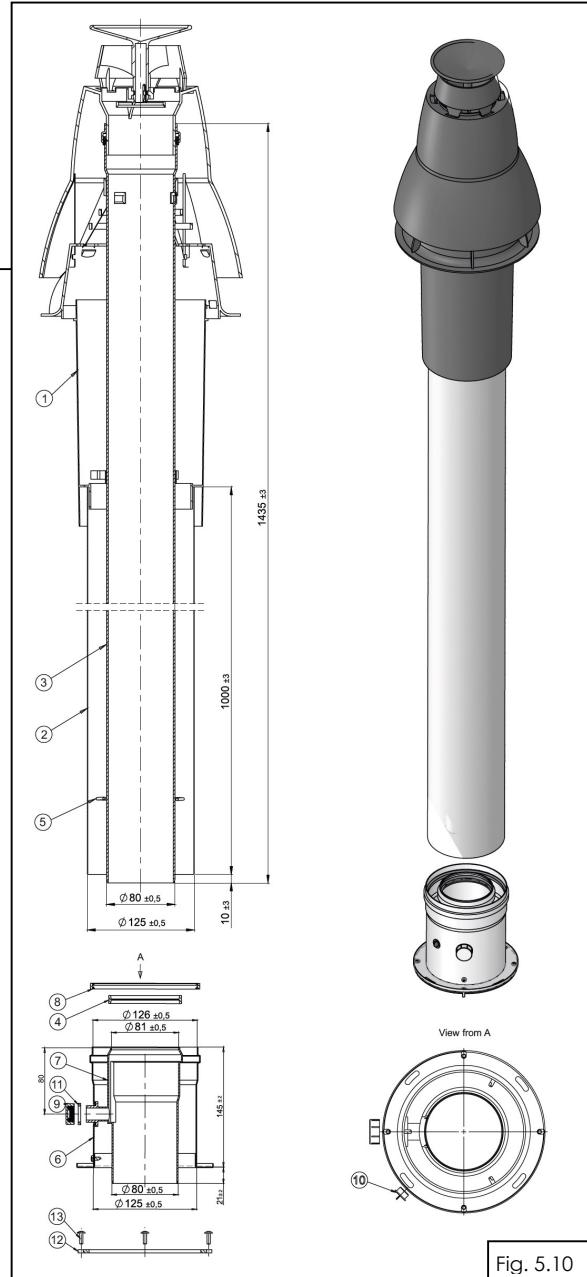

Fig. 5.10
**Kitul coaxial vertical, fig. 5.10 se livrează doar la cerere.** Evacuarea gazelor se face printr-un tub de diametrul Ø60mm, coaxial cu tubul de admisie a aerului de diametrul Ø100 mm. Raccordarea se face astfel:
- se fixează tubul de admisie (10) pe capacul superior al camerei presurizare cu 4 suruburi, având grijă ca între capac și cot kit să se pozeze garnitura aferentă;
- se fixează pe tubulaturile de admisie/evacuare având grijă să se pozeze garniturile aferente. Se montează kitul montare acoperis (4).